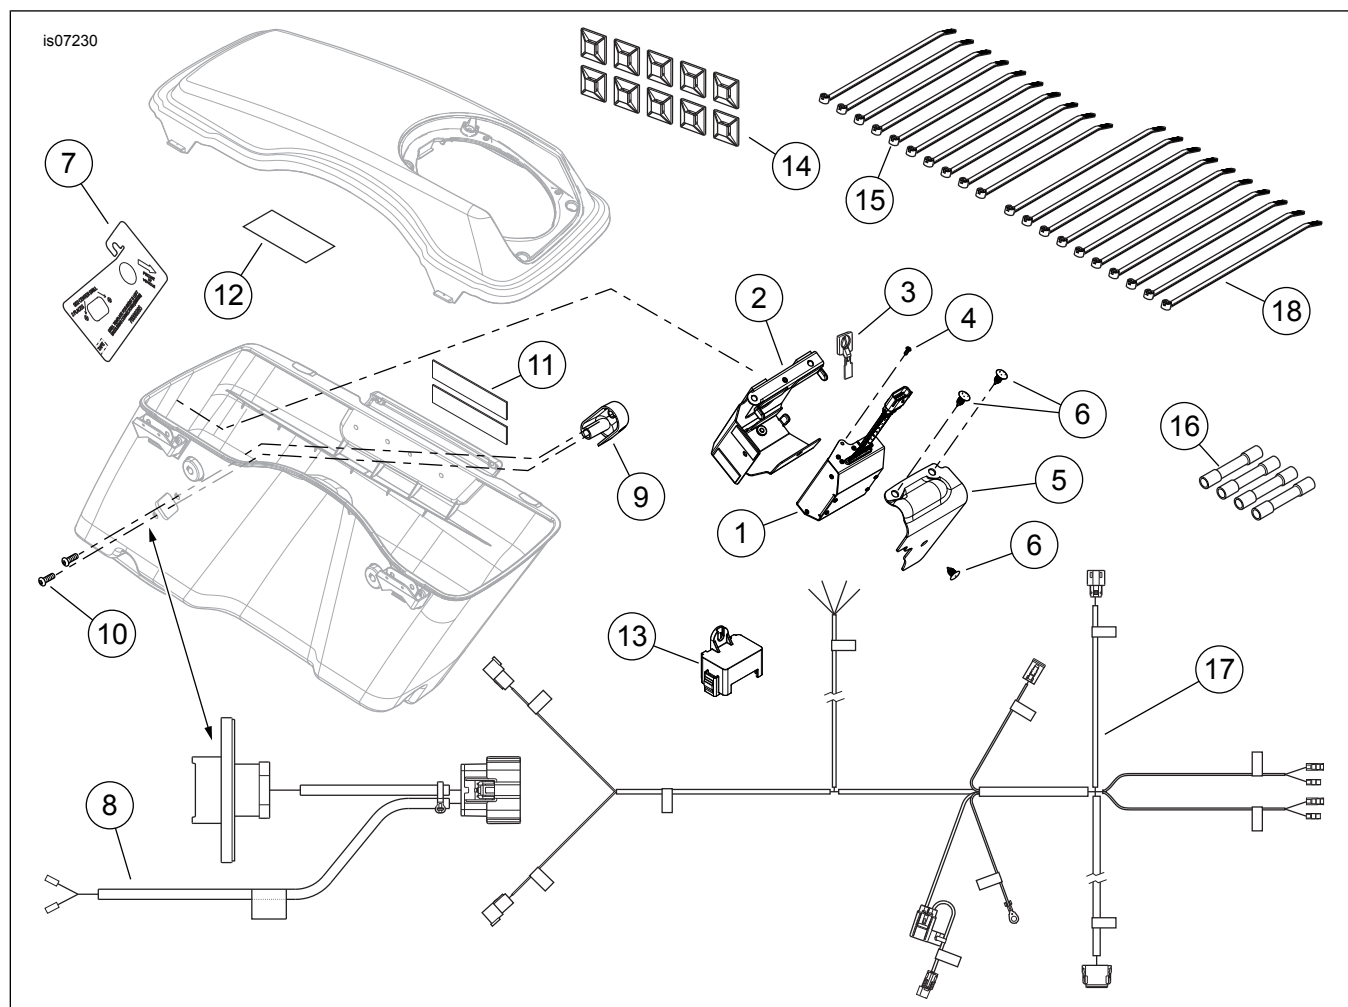

Figura 7. Parti di ricambio, kit di espansione altoparlanti impianto Boom! Audio
4. **Se gli altoparlanti della borsa sono installati:** Inserire il connettore a 6 vie (3), etichettato "RH S-BAG LOC 289" (POS. BORSA DX, 289) nella presa proveniente dalla borsa destra. Fissare quel tratto del cablaggio al sostegno posteriore superiore della borsa. Seguire le istruzioni riportate nel kit degli altoparlanti per le borse per applicare i cuscinetti in schiuma della chiusura della borsa (vedere Figura 7, elemento 11) come necessario. **Se NON si installano gli altoparlanti della borsa**, sigillare il connettore con del nastro isolante. Avvolgere sotto la sella il tratto di cablaggio etichettato "RH S-BAG LOC 289" (POS. BORSA DX, 289). Andare a **DISPOSIZIONE DEL CABLAGGIO: TUTTI**.
1. Vedere Figura 7. Prendere il cablaggio dell'amplificatore secondario (17) dal kit.
2. Vedere Figura 7. Prendere il cablaggio dell'amplificatore secondario (17) dal kit.
- a. Il cablaggio degli altoparlanti posteriori (N° codice 69200022) contenuto nel kit degli altoparlanti per le borse non è necessario. Rimuoverlo dal veicolo, se è stato installato in precedenza. Prendere nota dei colori dei quattro fili senza terminazione (10) del cablaggio dell'amplificatore secondario. Prendere nota dei colori e delle posizioni dei fili nelle cavità 5 e 6 dei connettori maschio a sei vie [41A] e [42A] del cablaggio della radio (N° codice 69200106).
- c. Usare i quattro connettori a giunto di testa a tenuta (vedere Figura 7, elemento 16) presi dal kit per giuntare ogni filo del cablaggio dell'amplificatore secondario al filo dello stesso colore del connettore maschio.
- a. Prendere nota dei colori dei quattro fili senza terminazione (10) del cablaggio dell'amplificatore secondario. Prendere nota dei colori dei fili dei terminali a forcella "speaker output" [36D] e [37D] sui tratti lunghi 1,3 m (52 in) e 0,43 m (17 in) del cablaggio dell'amplificatore posteriore sul veicolo.
- c. Usare i quattro connettori a giunto di testa a tenuta (vedere Figura 7, elemento 16) presi dal kit per giuntare ogni filo del cablaggio dell'amplificatore secondario al filo dello stesso colore del cablaggio dell'amplificatore posteriore sul veicolo.
Il coperchio di protezione dalle intemperie (vedere Figura 7, elemento 13) viene fornito per chiudere ermeticamente il connettore della borsa se viene scollegato durante la pulizia o la manutenzione.
5. Vedere Figura 7. Prendere dal kit la maschera per la foratura (7). **NON MODIFICARE la borsa destra** con la sagoma a meno che non si installi il kit di riposizionamento del modulo dell'iPod.